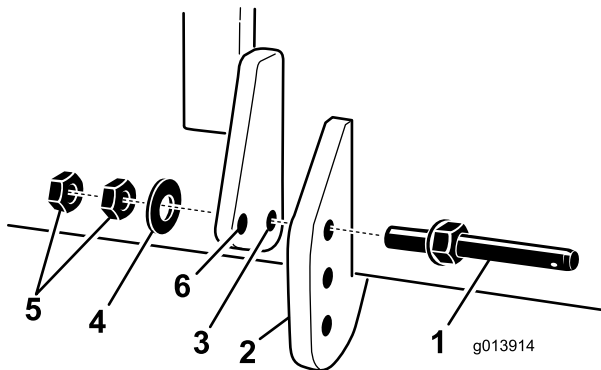

Figure 4
C. Montez un ensemble axe d'articulation sur chaque bras de support et la patte de montage de l'aérateur avec une rondelle et 2 écrous de blocage (Figure 4).